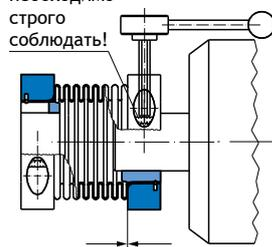
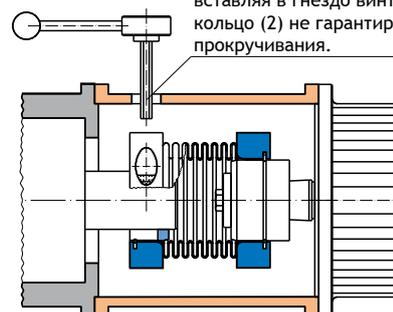

Рис. 5
Рис. 8
- Непременно избегать повреждения металлического сальфона (1) до и при монтаже.
- Зажимное кольцо (2) с фиксирующей пружиной (3) должно быть зафиксировано в переходной втулке (5) или соответственно в переходной втулке с коническим отверстием (6).
- Так, чтобы указанный в Таблице 1, на стр. 5 крутящий момент передавался надёжно, шлицы металлического сальфона (1), зажимного кольца (2) и переходной втулки (5) должны быть выставлены один за другим (см. рис.5).
**Монтаж муфты Тип 932.333 (рис. 1, стр. 4) и 932.433 (рис. 3, стр. 4) - см. Также рис. 6 и рис. 8**
2. Задвиньте собранную муфту на всю длину переходной втулки (5) на один вал.
3. Убедитесь в том, что металлический сальфон (1) вставлен до упора между зажимным кольцом (2) и переходной втулкой (5) и шлицы металлического сальфона (1), зажимного кольца (2) и переходной втулки (5) направлены друг за другом (см. рис.5).
4. Затяните винт с цилиндрической головкой (4). Момент затяжки винтов (см. Технические данные, стр. 4) необходимо строго соблюдать.
5. Продвиньте второй вал в муфту на всю длину переходной втулки (5).
6. Контролируйте, зашел ли металлический сальфон (1) до упора между зажимным кольцом (2) и переходной втулкой (5) и направлены ли шлицы металлического сальфона (1), зажимного кольца (2) и переходной втулки (5) друг за другом (см. рис. 5).
7. Затяните винт с цилиндрической головкой (4). Момент затяжки винтов (см. Технические данные, стр. 4) необходимо строго соблюдать.
**Монтаж муфты Тип 932.343 (рис. 2, стр. 4) - см. также рис. 7 и рис. 8**
1. Снимите зажимное кольцо (2) с выступающей переходной втулкой с коническим отверстием (6) с муфты.
3. Наденьте переходную втулку с коническим отверстием (6) на конический вал.
4. Закрепите переходную втулку с коническим отверстием (6) с помощью гайки или винта с пресс-крышкой.
5. Наденьте оставшуюся часть муфты с открытой стороны металлического сальфона до упора между зажимным кольцом (2) и переходной втулкой с коническим отверстием (6).
6. Затяните винт с цилиндрической головкой (4). Момент затяжки винтов (см. Технические данные, стр. 4) необходимо строго соблюдать.
7. Продвиньте второй вал в муфту на всю длину переходной втулки (5).
8. Контролируйте, зашел ли металлический сальфон (1) до упора между зажимным кольцом (2) и переходной втулкой (5) и направлены ли шлицы металлического сальфона (1), зажимного кольца (2) и переходной втулки (5) друг за другом (см. рис. 5).
9. Затяните винт с цилиндрической головкой (4). Момент затяжки винтов (см. Технические данные, стр. 4) необходимо строго соблюдать.